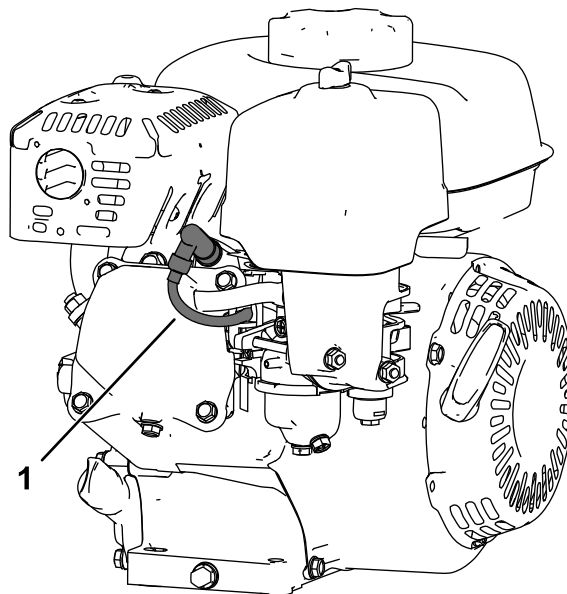

Figura 27
5. Deconectați cablul bujiei (Figura 27).